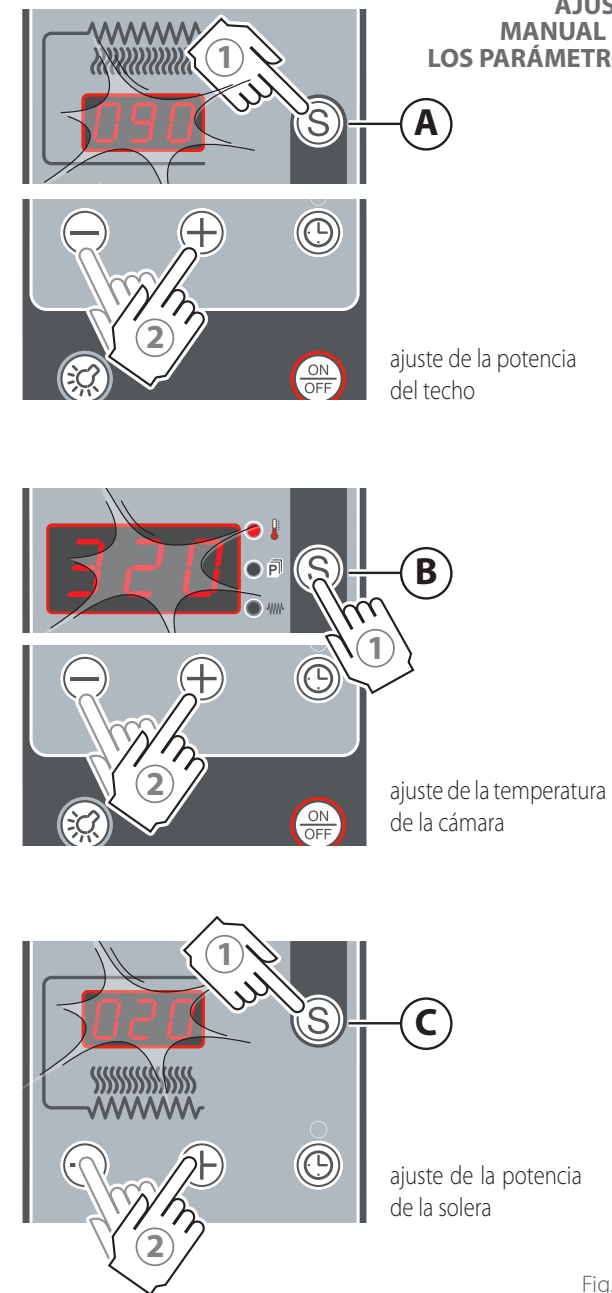

Fig.17.
Consultar el ► cap. "**Ajuste manual de los parámetros**" en la pág. 15 y ► Fig.17.
► Fig.17.
Si durante la cocción es necesario modificar los parámetros del programa mostrado en la pantalla **(B)**, realizar lo explicado en la ► Fig.17.